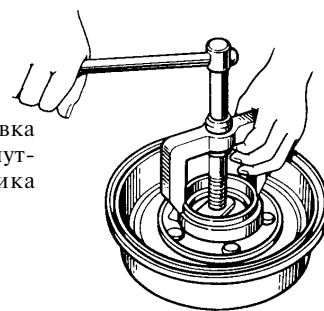

Рис. 11.7. Выпрессовка наружного кольца внутреннего подшипника ступицы
1. Выпрессуйте наружное кольцо внутреннего подшипника приспособлением (рис. 11.7). Одновременно с наружным кольцом будет выпрессована манжета с упорной шайбой и внутренним кольцом этого подшипника.